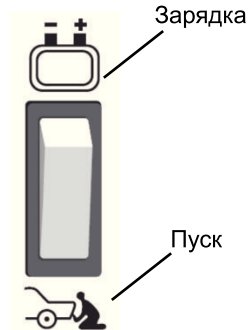

Рис. 2
3) Установите переключатель «зарядка/пуск» в положение «зарядка» (рис. 2)
Для пуска установить переключатель «**зарядка/пуск**» в положение «пуск» (рис. 2). При этом клемму с зажимом следует установить на напряжение (12 или 24 В), соответствующее напряжению питания запускаемого транспортного средства.